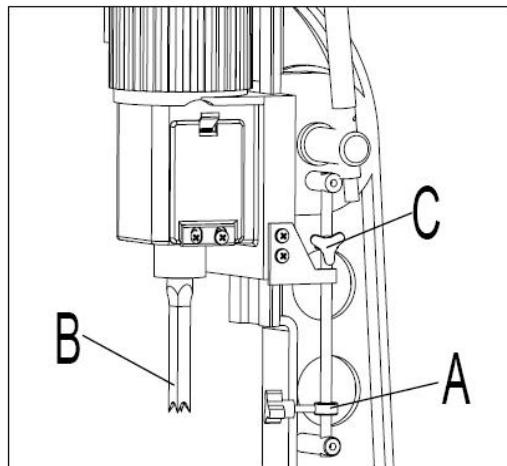

Abb. 6
Eine Tiefenbegrenzung (A) Abb. 6 dient zur Begrenzung der Tiefe des Meißels (B). Um die Tiefenbegrenzung (A) einzustellen, lösen Sie den Griff